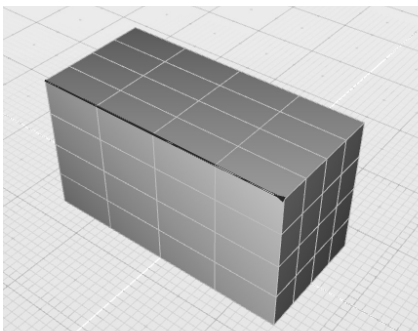

图 3-106 调整立方体参数，提取边也随之改变
3) 单击立方体将其选中，在控制面板中调整其参数，将“长度”参数的值修改为“30”，可见立方体形状变化，同时上一步提取的边线也随之变化，如图 3-106 所示。由此可知“提取曲线”工具可保留历史进程。